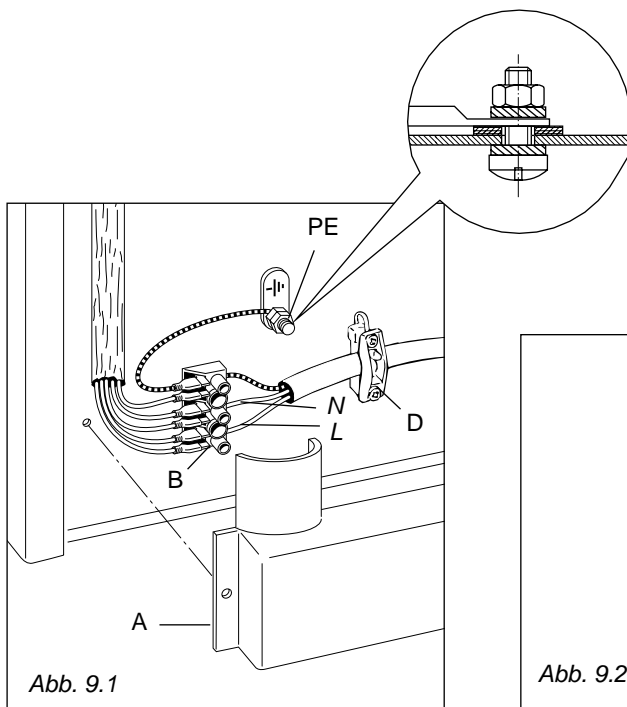
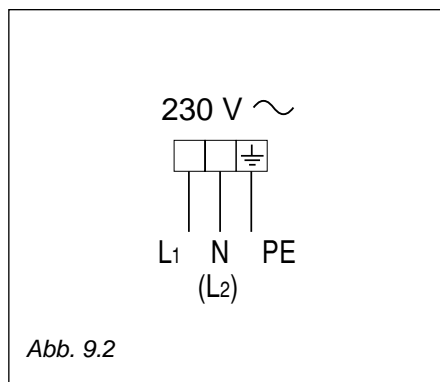

Abb. 9.1
Abb. 9.2
- Die Anschlußleitung durch die Zugentlastung "D" führen und fixieren (Abb. 9.1).
- Die einzelnen Phasen an das Klemmbrett "B" nach dem Schema in Abb. 9.2 und den Schutzleiter an die Klemme "PE" (Abb. 9.1) anschließen.